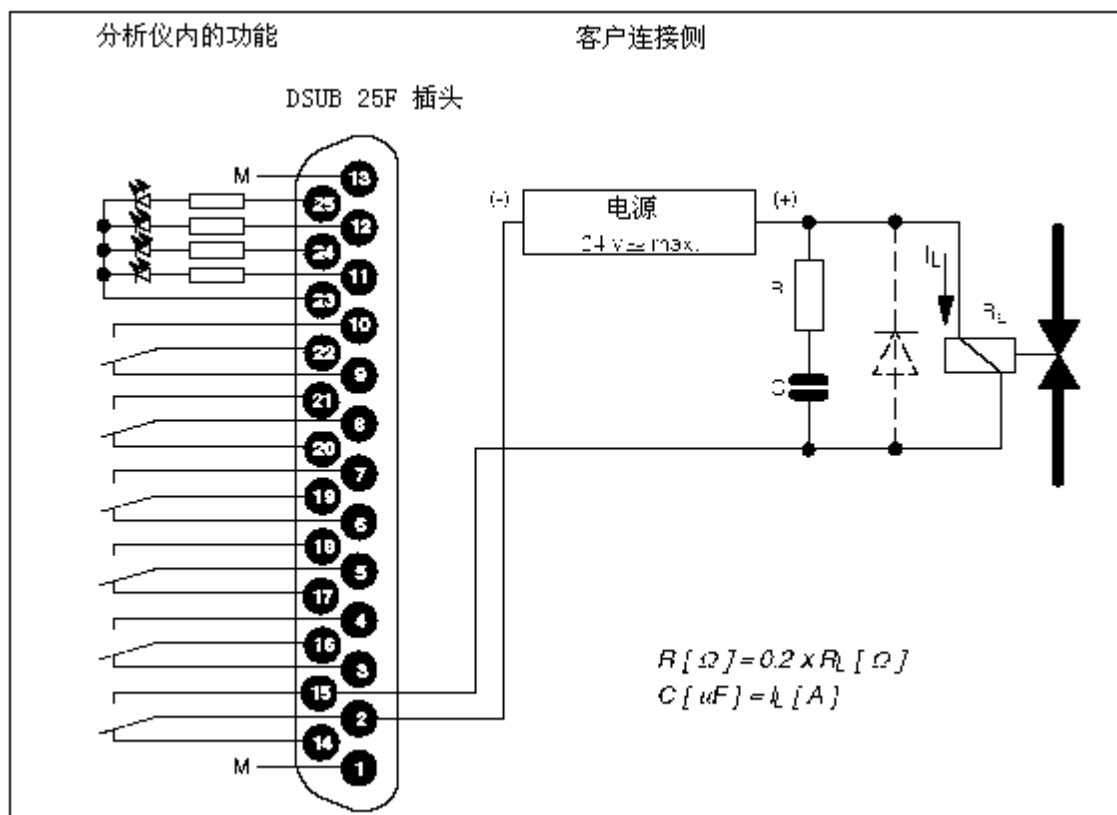

图 2-11 在一个继电器触点处抑制火花的实例（架装式分析仪）
- RC 元件必须要按照图 2-11 所示那样连接以作为一个抑制在继电器连接处（例如：极限继电器）产生火花的方法。注意：RC 元件会因某感应组件而导致响应滞后（例如：电磁阀）。